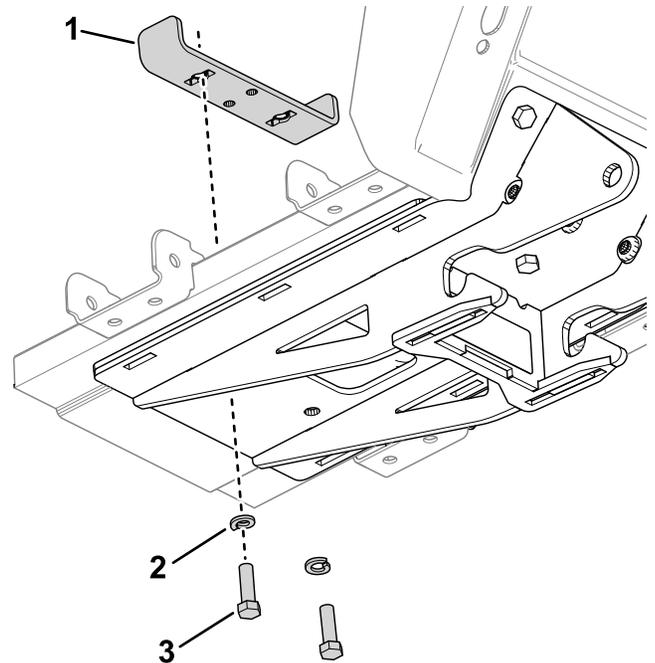

**Bild 3**
8. Verwenden Sie drei Schrauben, drei Muttern und eine Unterlegplatte, um den Unterfahrschutz zu positionieren und lose zu befestigen (**Bild 3**). Die Unterlegplatte sollte sich gegenüber dem Unterfahrschutz am Stoßfänger befinden.